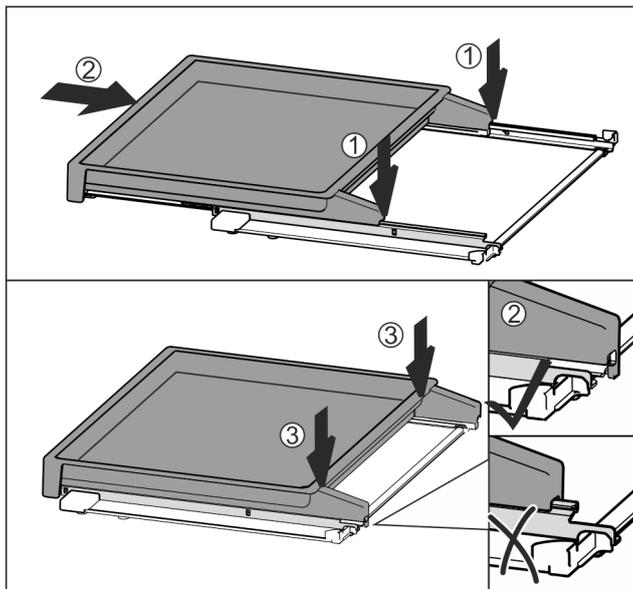

Fig. 113
- ▶ Appoggiare centralmente sulle guide Fig. 113 (1).
- ▶ Spingere completamente il ripiano estraibile Fig. 113 (2).
- ▶ Premere sul lato posteriore fino ad avvertire l'innesto Fig. 113 (3).